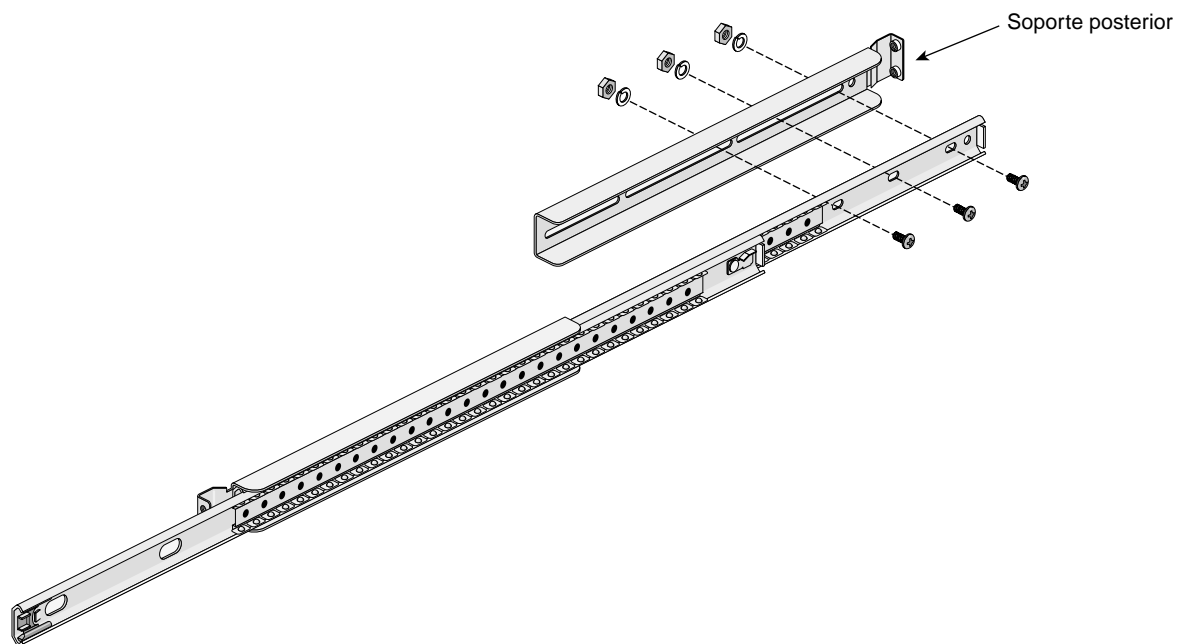

Figura 2-4 Sujeción del soporte posterior al riel corredizo
9. Inserte tres tornillos M4xL8 en los tres orificios alargados de la parte posterior del riel corredizo y páselos por las dos ranuras posteriores del soporte (consulte la Figura 2-4). No inserte ninguno de estos tornillos por el orificio circular posterior del soporte.